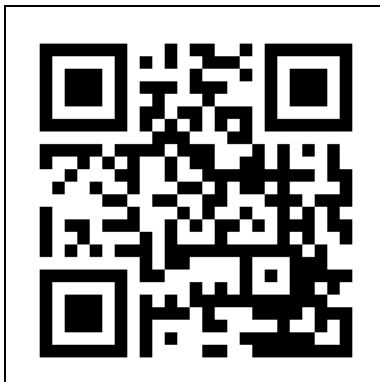

Figura 17
1. Deschideți instrucțiunile de utilizare din aplicația Eurom Smart cu ajutorul codului QR (Figura 17) sau accesați www.eurom.nl/nl/manuals.